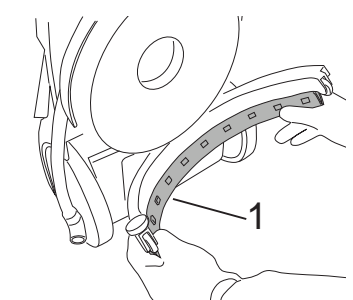

Fig.43
- Puxe as lâminas; deste modo, extrai-se o grupo (Fig.43-Ref.1).